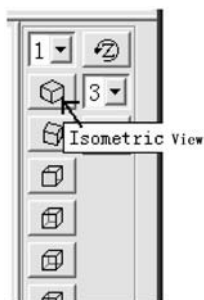
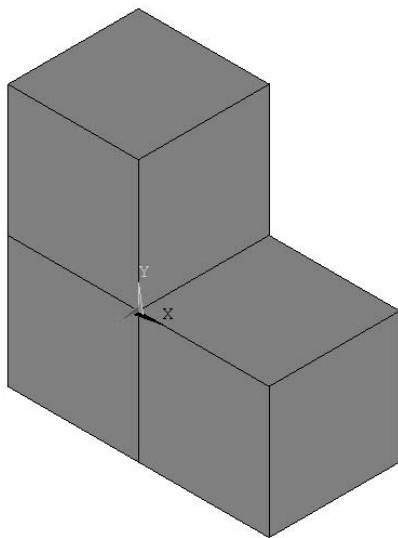

图 3-19 视图工具条
图 3-20 L 形体模型
(10) 单击操作界面右侧视图工具条中的“Isometric View”按钮（见图 3-19），改变视图的观察方位，L 形的体模型已经出现（见图 3-20）。但是，此时 L 形模型是三个独立的立方体，并不是结合在一起的整体（如果用力推，三个体就分开了）。